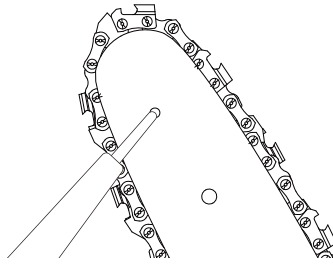

Abb. 28
2. Führen Sie die Spitze einer Fettpresse in das Schmierloch ein und spritzen Sie das Fett ein, bis es an der Außenkante der Ritzelspitze erscheint. (Abb. 28)